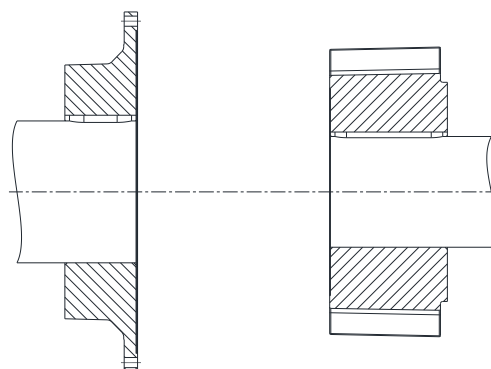

Fig. 7
- Faire affleurer les faces intérieures du moyeu à bride (composant 1) et du moyeu (composant 2) avec les faces frontales des arbres (voir Figure 7).